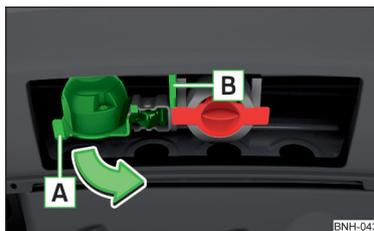

Fig. 146
- Agarrar el enchufe de 13 polos por el mango **A** y girarlo en el sentido de la flecha » fig. 146.